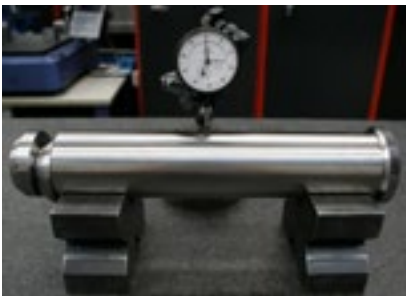

Fig.6
- 5.2** Efectuar al menos cada 12 meses un control de cilindridad para verificar eventuales deformaciones permanentes (ver **Fig.6**); en el caso de errores superiores a 0,25 mm sustituir los bulones afectados.
- 5.3** En el caso de que se verifique que las eslingas/cadenas han cedido, con la consiguiente sobrecarga de los bulones de transporte, someterlos a controles de cilindridad (ver **Fig.6**) para verificar eventuales deformaciones; en el caso de errores superiores a 0,25 mm sustituir los bulones afectado.